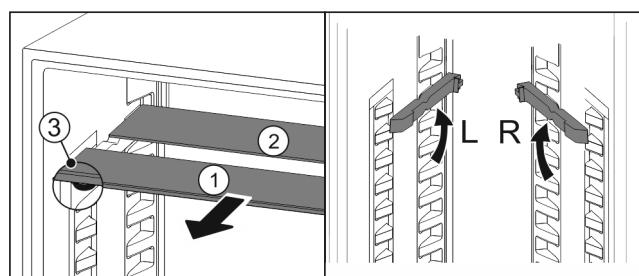

Fig. 117
- Посуньте Fig. 117 (1) скляну панель вперед.
- ▷ Скляна панель Fig. 117 (1) з декоративною планкою лежить спереду.
- ▷ Стопори Fig. 117 (3) показують вниз.